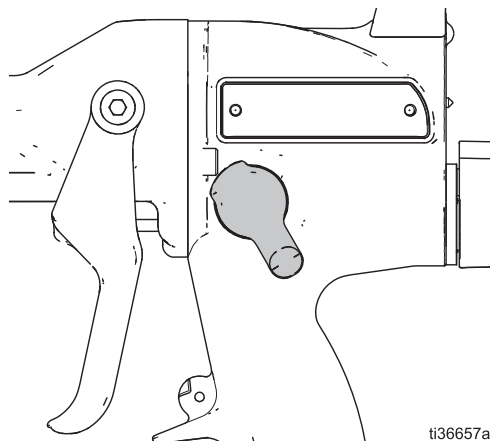

図 8 閉じた位置：小さな丸いパターンの場合、ファンエアはオフです。
3. レバー (1) をお好きな閉鎖位置まで回転させます (図 8 参照)。より回転させると、バネの張力が増加します。少なくとも 90 度回転させ、バルブが確実に開くようにします。180 度以上回転させないでください。バネ (5) の張力はレバーを後ろに回転させようとしても、張力を緩めないでください。
4. レバーアダプター (4) をこの位置にしっかりと保持し、レバーアーム (1) を取り外します。
5. レバーアダプター (4) の止めネジ (3) をシャフト (6) に締めます。0.8 N•m (7 in-lbs インチ - ポンド) のトルクで締めます。